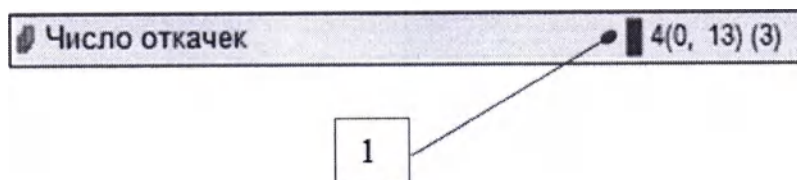

Рисунок 34 Красная метка
- Откорректированный параметр обозначен красной меткой поз. 1 рисунок 34.